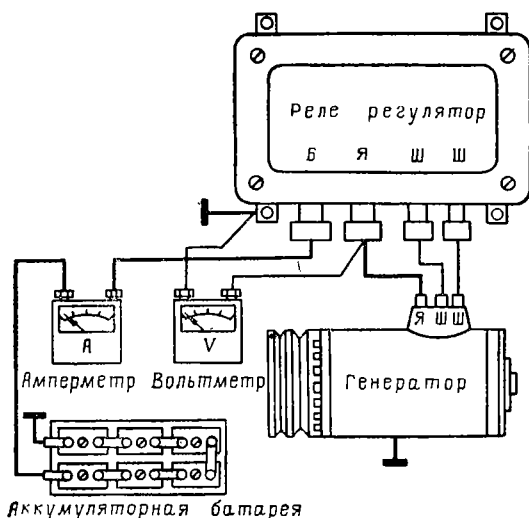

Рис. 73. Схема проверки реле обратного тока
1. Отсоединить провод от зажима *Б* (рис. 73) реле-регулятора и включить между концом этого провода и зажимом *Б* контрольный амперметр.